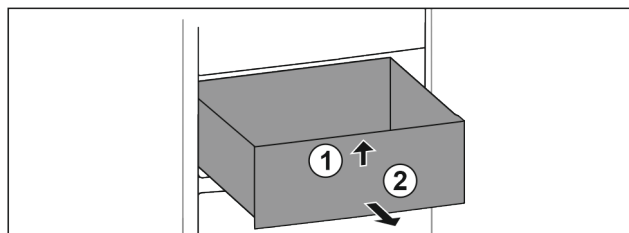

Fig. 62
► Ridicați sertarul în față. Fig. 62 (1)
- ▶ Extrageți sertarul spre înainte. Fig. 62 (2)